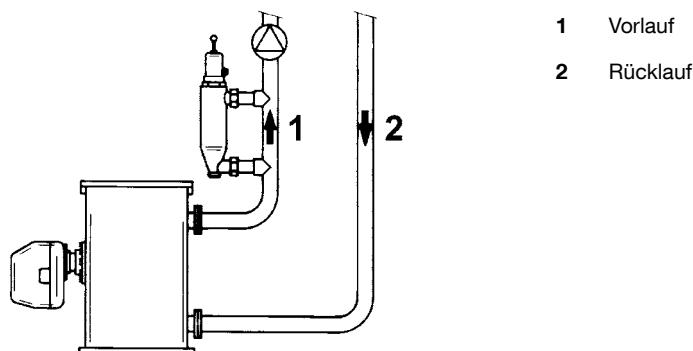

Bild 3: Einbaubispiel
- ▶ Die Pumpe darf die Lage des Schwimmers in der WMS 800 nicht beeinflussen (z. B. durch zu starke Umspülung oder Sogwirkung). Siehe Bild 3, Seite 8.
- ▶ WMS 800 entsprechend Bild 3, Seite 8 parallel in ein senkrecht verlaufendes Stück der Vorlaufleitung montieren.